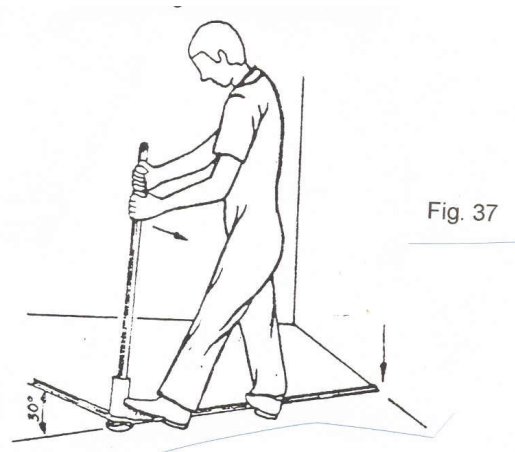

Fig. 37
a) Apóie o eletroduto no chão segurando o dobra-tubos com as mãos (fig. 37).
- b) Pise sobre o eletroduto (fig. 37).
- c) Puxe o cabo do dobra-tubos até que a ponta que está sendo curvada forme um ângulo de aproximadamente 30° com a direção do eletroduto (fig. 37).